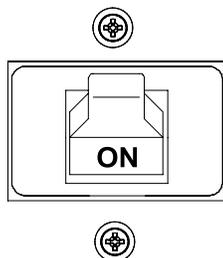

Figure 20. Disjoncteur principal (ON)
- Placez le disjoncteur **principal** (Figure 20) en position **ON**.